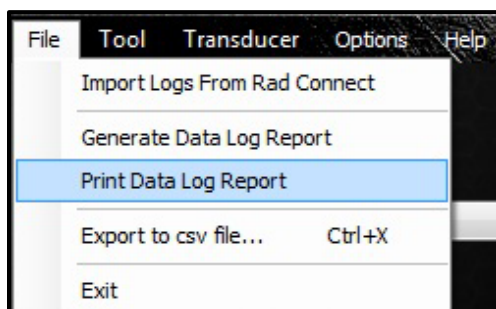

Figure 5.6-1: Bouton **Print Data Log Report**
2. Dans le menu déroulant « File », appuyez sur « **Print Data Log Report** » (Figure 5.6-1).